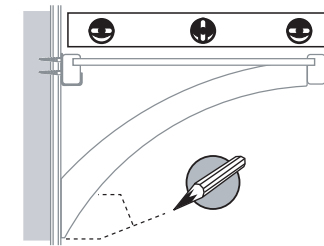

FIG. 6.0
- Sélectionner l'équerre de support pour l'emplacement (C) (se reporter au plan de configuration sélectionné pour l'emplacement).
- Placer l'équerre de support à ras contre le dessous de la tablette et le mur arrière. Mettre la tablette à niveau (de l'avant vers l'arrière), puis marquer l'emplacement du trou et tirer un trait au bas de l'équerre de support contre le mur (fig. 6.0).